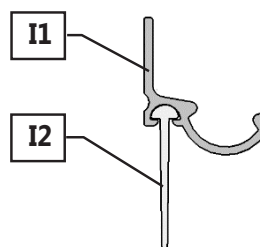

Fig 15b
3. Slide the **Vinyl Sweep (I2)** into the **Drip Rail (I1)** with the long notch on the hinge side. (Fig 15b/15c)
3. Faites glisser le **balayage en vinyle (I2)** dans le **rail d'égouttement (I1)** avec la longue encoche sur le côté charnière. (Fig. 15b/15c)